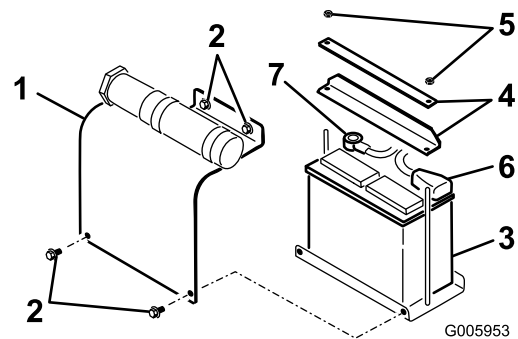

Figure 5
1. Enlevez les quatre boulons de fixation du couvercle de la batterie et retirez le couvercle (Figure 5).
- Retirez les écrous et les barres de fixation de la batterie (Figure 5).
- Remettez la batterie sur la plate-forme (Figure 5).
- Fixez la batterie au châssis à l'aide des barres et des écrous retirés précédemment (Figure 5).
- Connectez le câble positif (rouge) à la borne positive (+) de la batterie (Figure 5). Glissez le capuchon en caoutchouc sur la borne de la batterie.
- Connectez le câble négatif (noir) à la borne négative (-) de la batterie (Figure 5).
- Reposez le couvercle de la batterie (Figure 5).